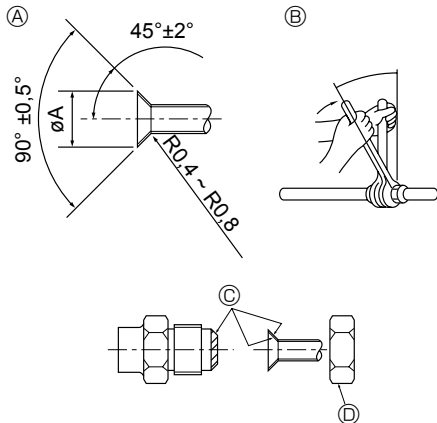

Fig. 4-1
4.1. Tubos de conexión (Fig. 4-1)